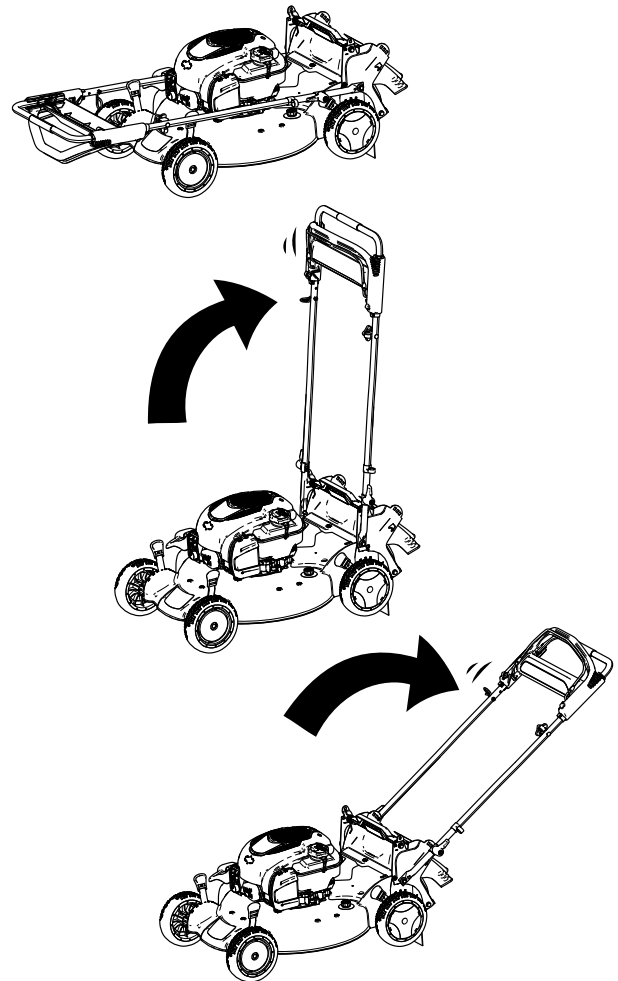

Bild 4
3. Drehen Sie den Holm nach hinten (Bild 4).